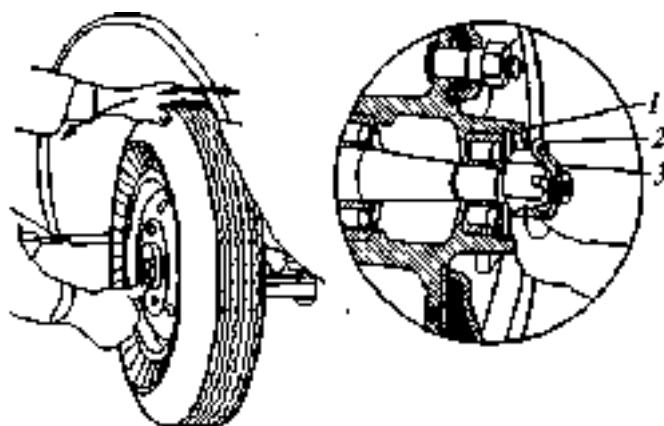

Рис. 9.5. Проверка люфта в подшипниках ступицы колеса:
- Немного отпустите гайку, до появления люфта (определите с помощью пальца, рис. 9.5), и снова затяните гайку до исчезновения люфта (момент затягивания 140—160 Нм).